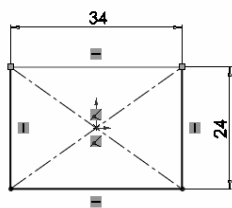

图 7-48 标注矩形尺寸
(1) 新建文件。选择菜单栏中的“文件”→“新建”命令，或单击“标准”工具栏中的（新建）按钮，在弹出的“新建 SolidWorks 文件”对话框中，单击（零件）按钮，然后单击“确定”按钮，创建一个新的零件文件。
(2) 绘制草图。在“FeatureManager 设计树”中选择“前视基准面”作为绘图基准面，单击“草图”工具栏中的（草图绘制）按钮，新建一张草图，单击“草图”工具栏中的（中心矩形）按钮，或选择菜单栏中的“工具”→“草图绘制实体”→“中心矩形”命令，以原点为中心绘制一个矩形。
(3) 标注矩形尺寸。单击“尺寸/几何关系”工具栏中的 (智能尺寸) 按钮, 或选择菜单栏中的“工具”→“标注尺寸”→“智能尺寸”命令, 标注矩形草图轮廓的尺寸, 如图 7-48 所示。